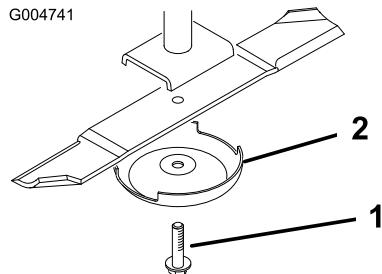

Bild 106
- Entfernen Sie die Messerschraube, die Antiskalpiercuppe und das Messer von der Spindelwelle (Bild 106).